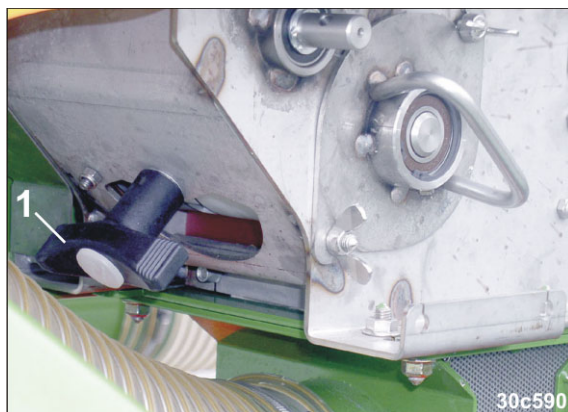

Рис. 265
- 2.1 Поверните ручку (Рис. 265/1).
7. Закройте клапан (клапаны) выгрузки остатков (Рис. 265/1).